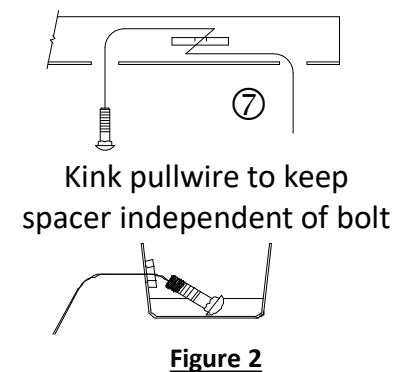

Figure 2
- Install hitch** – Raise the hitch into position over the bumper studs, install the factory nuts removed earlier. Apply blue thread locker and install the supplied M10 bolts and conical washers (teeth side toward hitch) into remaining weldnuts each side. Fishwire 7/16" carriage bolts and spacers through the end of the frame rail and through the attachment hole on the inside of the framerail (see Fig. 2), remove pullwire and loosely install conical washers and supplied 7/16" nuts, both sides. Attach the wire harnesses to the top of the hitch brackets and zip tie into place.
4. Install hitch – Raise the hitch into position over the bumper studs, install the factory nuts removed earlier. Apply blue thread locker and install the supplied M10 bolts and conical washers (teeth side toward hitch) into remaining weldnuts each side. Fishwire 7/16" carriage bolts and spacers through the end of the frame rail and through the attachment hole on the inside of the framerrail (see Fig. 2), remove pullwire and loosely install conical washers and supplied 7/16" nuts, both sides. Attach the wire harnesses to the top of the hitch brackets and zip tie into place.
- Installez l'attelage** - Soulevez l'attelage en position sur les goujons du pare-chocs, installez les écrous d'usine retirés plus tôt. Appliquez du frein filet bleu et installez les boulons M10 et les rondelles coniques fournis (côté dents vers l'attelage) dans les écrous à souder restants de chaque côté. Boulons de carrosserie 7/16" et entretoises en fil de fer à travers l'extrémité du rail de cadre et à travers le trou de fixation à l'intérieur du rail de cadre (voir Fig. 2), retirer le fil de traction et installer sans serrer les rondelles coniques et les écrous 7/16" fournis, les deux côtés. Fixez les faisceaux de câbles sur le dessus des supports d'attelage et mettez l'attache à glissière en place.
4. Installez l'attelage - Soulevez l'attelage en position sur les goujons du pare-chocs, installez les écrous d'usine retirés plus tôt. Appliquez du frein filet bleu et installez les boulons M10 et les rondelles coniques fournis (côté dents vers l'attelage) dans les écrous à souder restants de chaque côté. Boulons de carrosserie 7/16" et entretoises en fil de fer à travers l'extrémité du rail de cadre et à travers le trou de fixation à l'intérieur du rail de cadre (voir Fig. 2), retirer le fil de traction et installer sans serrer les rondelles coniques et les écrous 7/16" fournis, les deux côtés. Fixez les faisceaux de câbles sur le dessus des supports d'attelage et mettez l'attache à glissière en place.